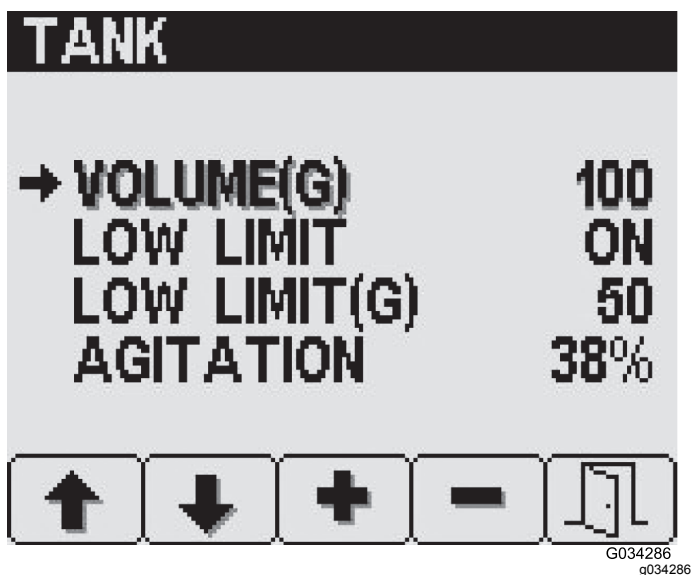

Figura 20
2. Premete il pulsante 2 fino a raggiungere l'elemento che desiderate modificare (Figura 20).
3. Utilizzate i pulsanti 3 e 4 per impostare il valore desiderato (Figura 20).